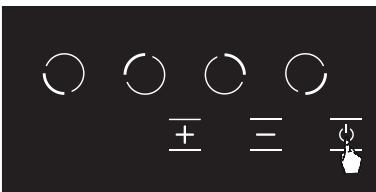

Afbeelding 9
2. Druk één maal op de relevante kookzone selectieknop. Het **H** pictogram wordt weergegeven als het de eerste maal aanraakt. (Zie Afb. 9).